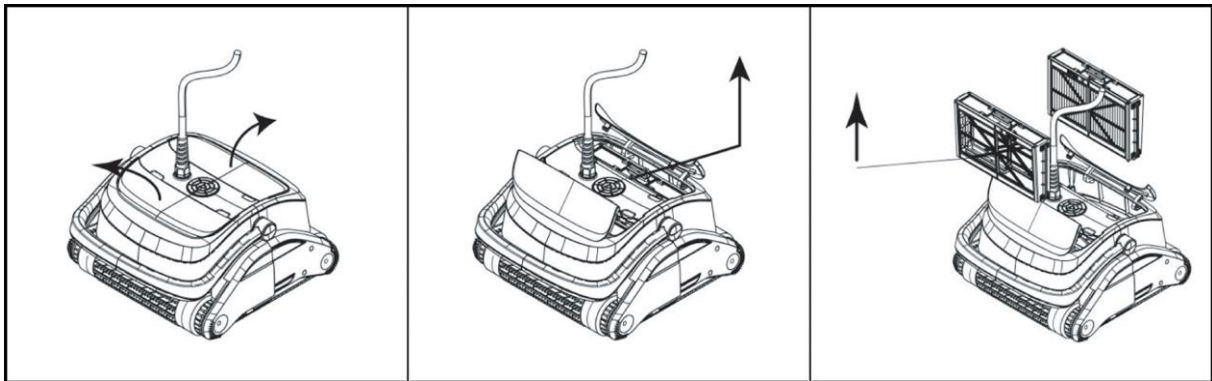

Fig. 5
- Ouvrir les deux couvercles et retirez les deux paniers filtrants (Fig. 5).